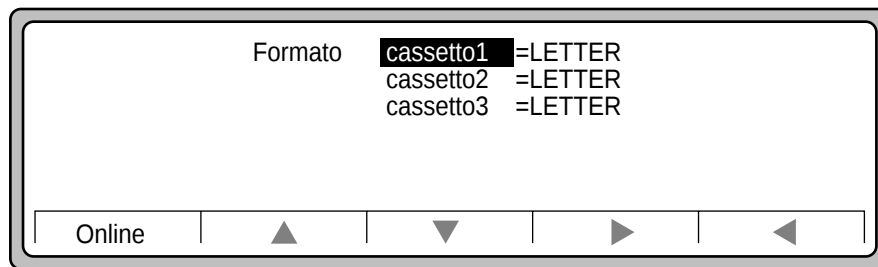

Figura 3-9 Formato
1. Nello schermo principale, premere PapSize. Viene visualizzato il menu mostrato nella Figura 3-9.